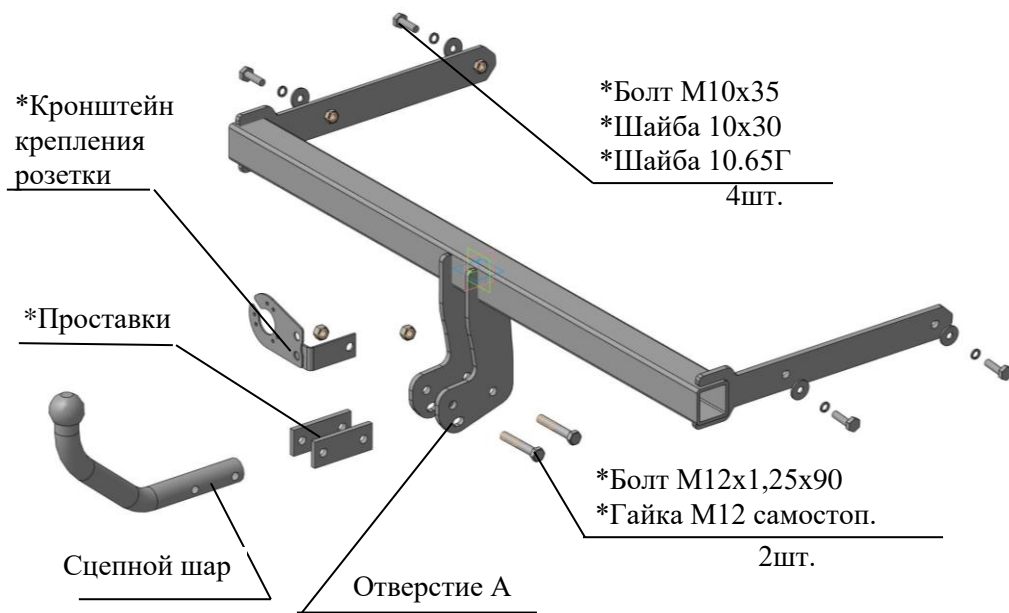

Рис.1 Тягово-сцепное устройство ТСУ 9170.
2.1 ТСУ 9170 в сборе (рис.1)	1 шт.
2.2 Пакет с комплектующими (см. рис.1) Защитный колпак	1 шт.